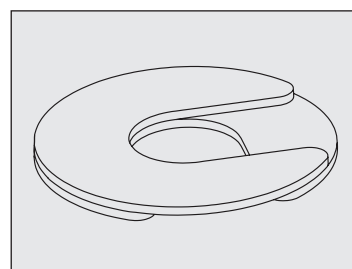

Fig. 10. Installare più spessori in posizioni sfalsate.
- Se si utilizzano più spessori, assicurarsi che le loro posizioni siano sfalsate. Vedere fig. 10.
- **NON** utilizzare più di (4) spessori per ruota.